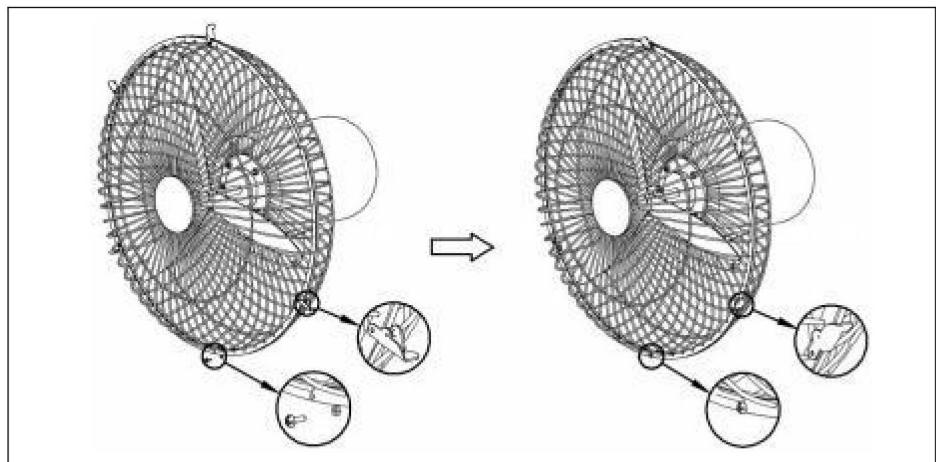

Abb.7.
3). Richten Sie die Schraubenlöcher an der Unterseite des vorderen und hinteren Gitters aus, befestigen Sie dann die Knöpfe oben an der vorderen Gitterabdeckung an der hinteren Gitterabdeckung, befestigen Sie alle Knöpfe der Gitterabdeckung (2) und verriegeln Sie schließlich die Sicherheitsschrauben (18). Siehe (Abb.7.).